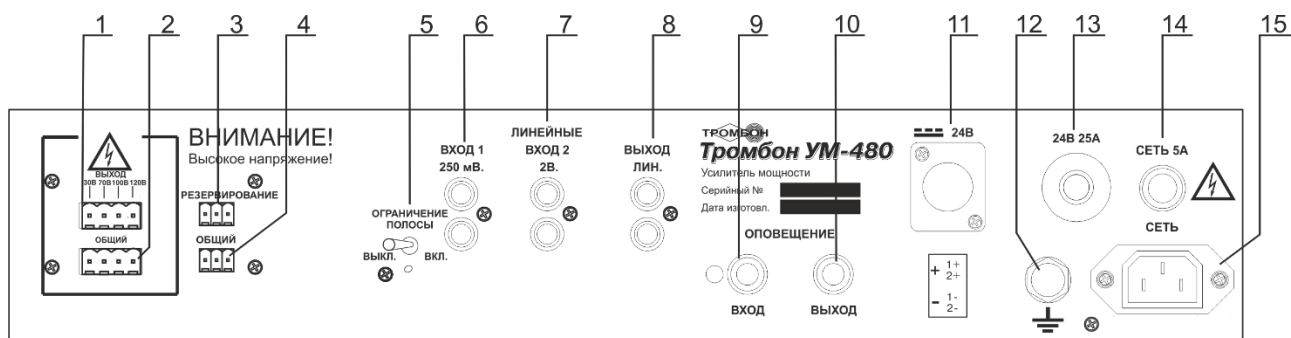

Рис. 2 Эскиз задней панели Усилителя
Для резервирования усилителей задействуются разъёмы «РЕЗЕРВИРОВАНИЕ» и «ОБЩИЙ» (рисунок 2, поз.3 и поз.4). При резервировании усилителей разъём «РЕЗЕРВИРОВАНИЕ» – входной, разъём «ОБЩИЙ» – выходной. Включаются усилители по этим разъёмам последовательно друг за другом. Выходные разъёмы основного и резервного усилителей «30 70 100 120V» и «ОБЩИЙ» (рисунок 2, поз. 1 и поз.2) включаются параллельно. По входам «ОПОВЕЩЕНИЕ» (рисунок 2, поз.9 и поз.10) усилители подключаются последовательно друг за другом. Схема подключения усилителей при резервировании представлена в Приложении на рисунке 5.
8. Выключатель ограничения полосы усилителя (рисунок 2, поз. 5) должен быть включён при работе усилителя на рупорные громкоговорители. Это вызвано тем, что наиболее эффективно рупорные громкоговорители имеют наибольшую отдачу в полосе